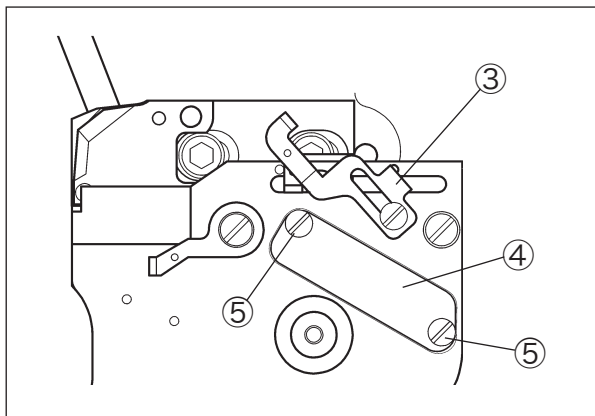
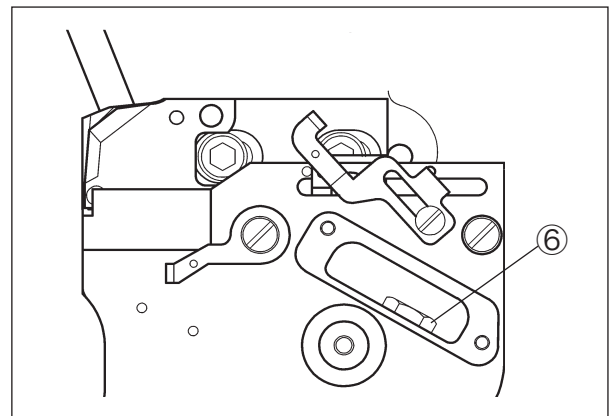

図 6-28
図 6-29
- (2) 下ルーパー糸道③を補助ルーパー台カバー④より回避させる。(図 6-28)
- (3) 止ネジ⑤を取り外す。
- (4) 補助ルーパー台カバー④を取り外す。
- (5) 止ネジ⑥を緩めて調節する。(図 6-29)